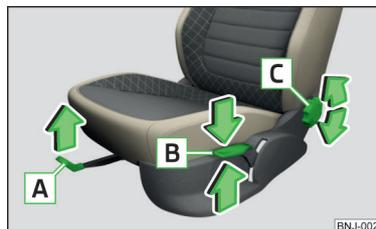

Fig. 54
Organes de commande du siège » fig. 54
- Tirer la manette **A** » fig. 54 dans le sens de la flèche et pousser le siège dans la direction souhaitée.
- Tirer ou pousser de façon répétée sur la manette **B** » fig. 54 dans la direction de l'une des flèches.
- Pousser la manette **C** » fig. 54 dans la direction de l'une des flèches.